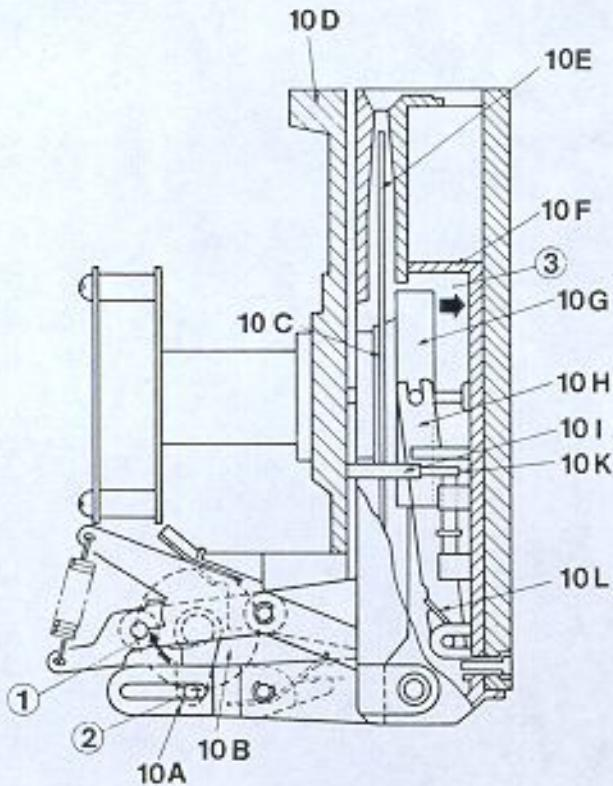
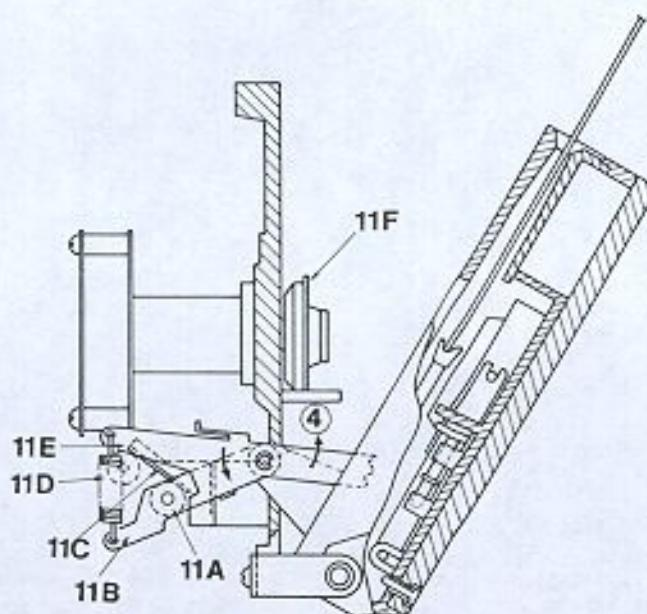
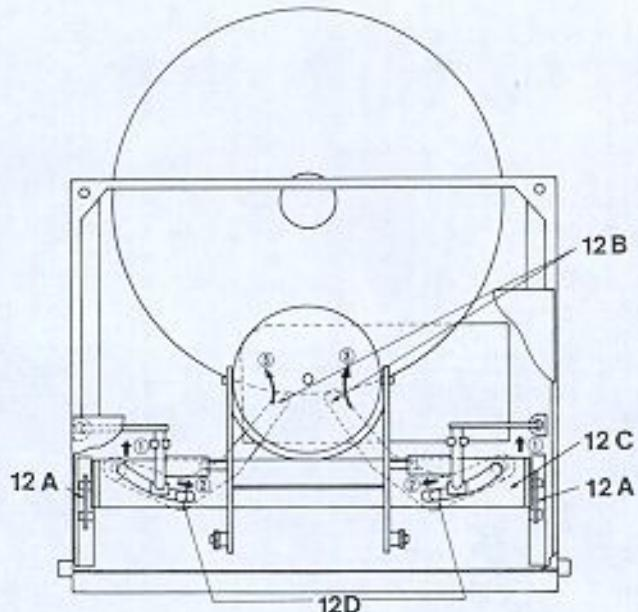
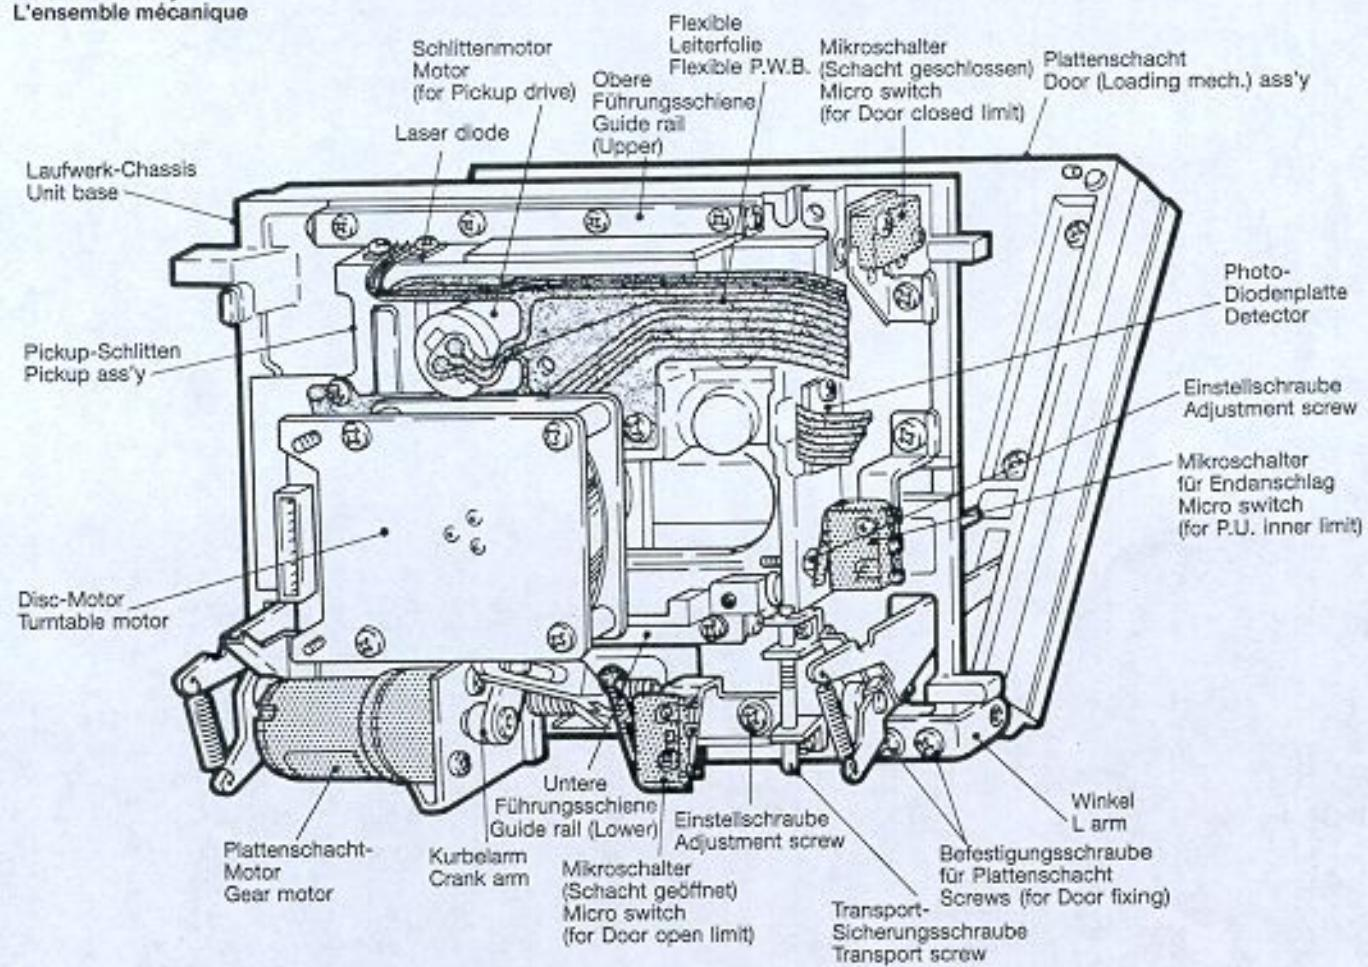

Fig. 10
Fig. 11
Fig. 12
Fig. 14
Plattenverriegelung (Fig. 10)
Closing the disc holder flap (Disk held, fig. 10)
(Blocage du disque, fig. 10)
Damit wird der Verriegelungshebel 10H ausgelöst und die CD-Platte 10E an den Antrieb 10C des Disc-Motors mit dem Klemmstück 10G angedrückt. Läuft nun das Kurbelrad des Loading-Motors in Stellung ②, d.h. der Plattschacht wird geöffnet, lösen sich die Stifte 10I von dem Verriegelungshebel 10H. Das Klemmstück 10G gibt die CD-Platte frei und geht bis zur Stellung ③ zurück. Das Zurücknehmen der Verriegelung wird mit zwei Federn 10L realisiert (Fig. 10).
Öffnen des Plattschachtes (Fig. 11)
Wenn der Loading-Motor 10B den Kurzelarm 10A in Pfeilrichtung ① bewegt (Fig. 10), bewegt sich die Rolle 11A zum Anschlag 11C. Der Hebelarm 11E ist durch eine Zugfeder mit Hebelarm 11E verbunden. Berührt die Rolle den Anschlag, so läuft sie am Anschlag entlang und Hebelarm 11E wird in Pfeilrichtung ④ durch Arm 11B umgelenkt (Fig. 11). Der Gleiter 12C bewegt sich in Pfeilrichtung ① (Fig. 12) mit der Bewegung des Hebelarms 12A. Die Stifte 12D der beiden Schieberhebel 12B laufen in einer kreisförmigen Führungsnut des Gleiters in Pfeilrichtung ②. Die Schieberhebel bewegen sich in Pfeilrichtung ③ und heben die CD-Platte aus dem Plattschacht.
Opening the disc holder flap (Fig. 11)
When the motor (flap opening/closing control) 10B turns the crank 10A in the direction of the arrow ① (Fig. 10), the roller 11A advances toward the inclined plane 11C. Levers 11B and 11E are connected by a spring. The roller 11A touches the inclined plane 11C, slides along and the lever 11E moves in the direction of the arrow ④. The slide 12C moves in the direction of the arrow ① (Fig. 12) parallel to the movement of lever 12A. The pins 12D of the two lifting arms 12B slide into the central channel of the slide in the direction of the arrow ②. The lifting arms 12B turn in the direction of the arrows ③ and bring the compact disc to the high position.
Ouverture du volet porte-disque (Fig. 11)
Quand le moteur (commande ouverture/fermeture du volet) 10B tourne la manivelle 10A dans le sens de la flèche ① (Fig. 10), le galet 11A avance vers le plan incliné 11C. Le levier 11B et le levier 11E sont reliés par un ressort. Le galet 11A touche le plan incliné 11C, glisse le long et le levier 11E se déplace dans le sens de la flèche ④. Le coulisseau 12C se déplace dans le sens de la flèche ① (Fig. 12) parallèlement au mouvement du levier 12A. Les goupilles 12D des deux bras d'élévation 12B coulissent dans la gorge centrale du coulisseau dans le sens de la flèche ②. Les bras d'élévation 12B tournent dans le sens des flèches ③ et amènent le CD en position haute.
Nach dem Lösen der Befestigungsschrauben am Winkel (Fig. 14) und Entfernen des Hebelarmes (Crank arm) vom Plattschachtmotor, müssen noch die kleinen Federn von den Rollen der Hebelarme ausgehängt werden. Der Plattschacht kann direkt abgenommen werden.
Remove the lock screws from the disc holder flap frame (Fig. 14), the motor crank and the lever roller spring 11B (Fig. 11). Remove the disc holder flap.
Retirer les vis de fixation des équerres (support du volet porte-disque) (Fig. 14). La manivelle du moteur ainsi que les ressorts des galets des leviers 11B (Fig. 11). Retirer le volet porte-disque.
Remove template ③, open the flap by hand, remove template ②, insert the control disc ④, close the flap by hand and hold it closed. Turn the turntable motor. The control disc ④ should not rub. Reattach the roller springs 11A (Fig. 11).
Oter le gabarit ③, ouvrir le volet à la main, oter le gabarit ②, placer le disque de contrôle ④, fermer le volet à la main et le maintenir fermé, tourner le moteur TD, le disque de contrôle ④ ne doit pas frotter. Replacer les ressorts des galets 11A (Fig. 11).